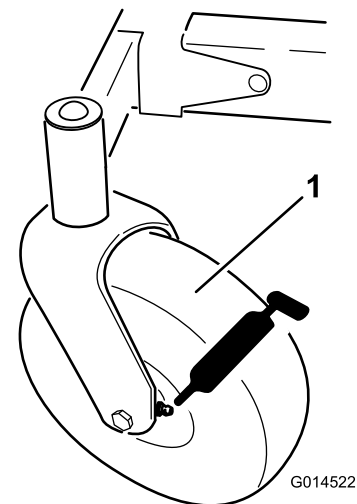
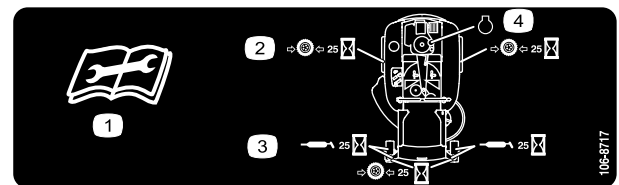

Figura 34
Figura 35
3. Limpie con un trapo los puntos de engrase (Figura 34) y (Figura 35). Asegúrese de rascar cualquier pintura que hubiera sobre los puntos de engrase.
4. Conecte una pistola de engrasar a cada punto de engrase (Figura 34 y Figura 35). Bombear grasa hasta que empiece a rezumar grasa de los cojinetes.